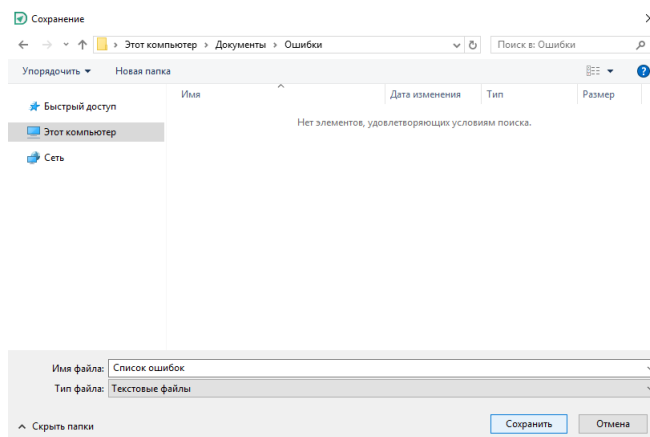

Рис. 374 Сохранение файла
2. В отобразившемся окне проводника выбрать директорию сохранения файла, ввести имя и нажать кнопку «Сохранить», см. Рис. 374.